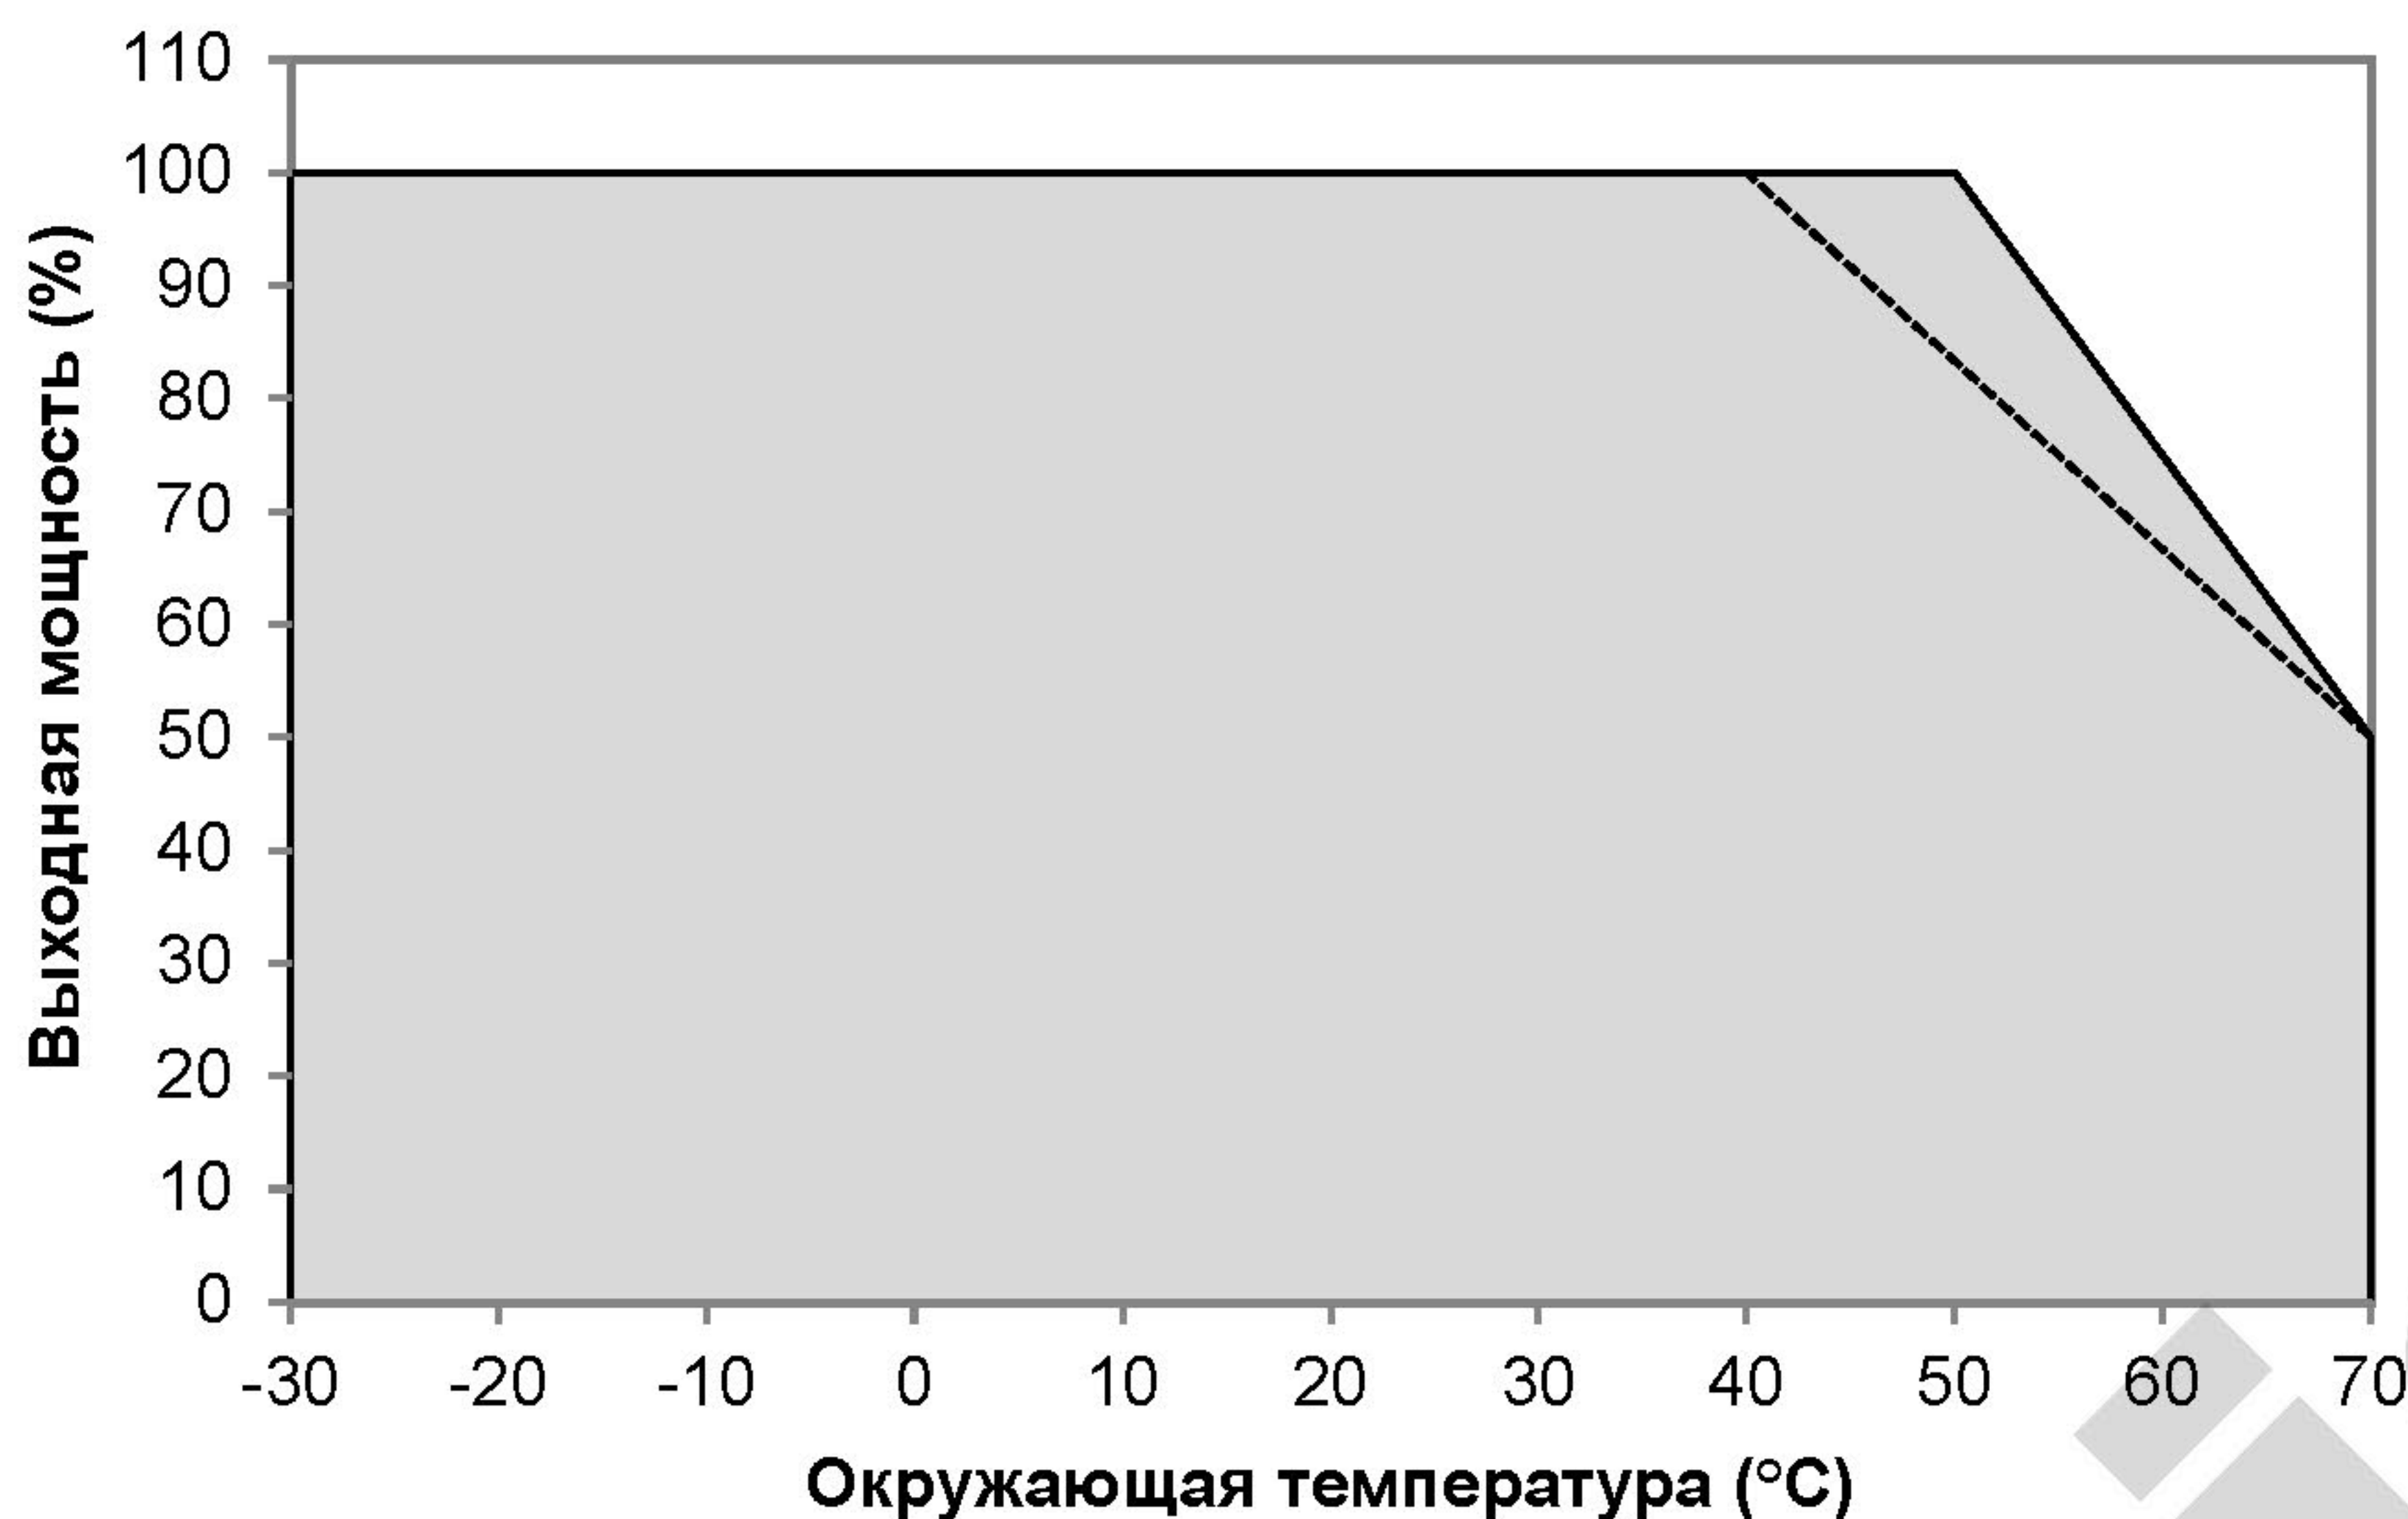

Рис. 1 Снижение мощности в зависимости от температуры
1. Элементы источника питания могут выйти из строя, если источник постоянно эксплуатируется в условиях за пределами заштрихованной области графика, показанного на рис. 1.